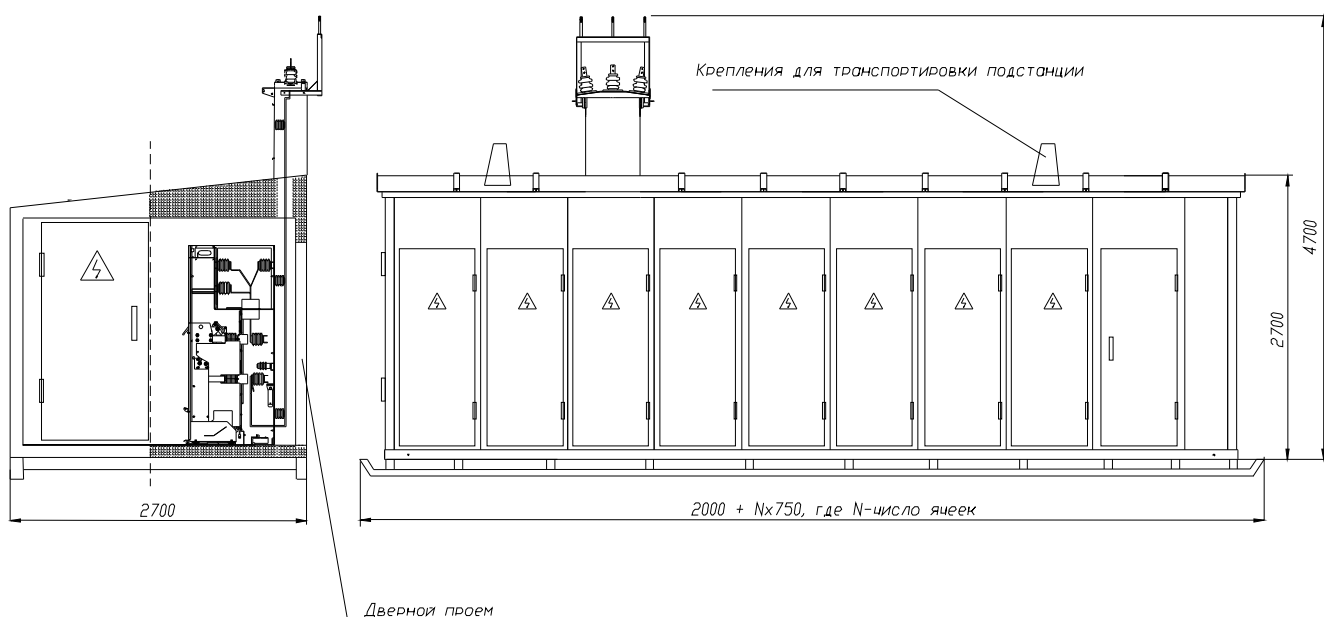

Рис. 2
- воздушный ввод является частью конструкции РУ (рис.2).